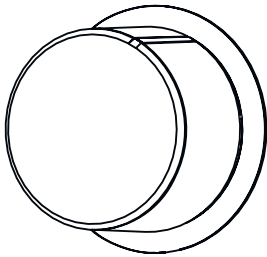

Рис. 16: Утапливаемая кнопка в рабочем положении
- Нажмите, чтобы кнопка выскочила, затем отрегулируйте ее (Рис. 16).